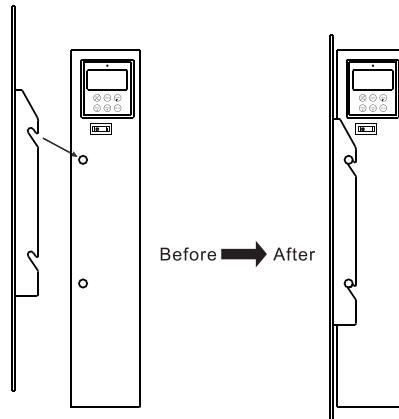

Figura 3
1. Installare con cautela la vetrina ai ganci sui lati del camino. Vedere Figura 3.